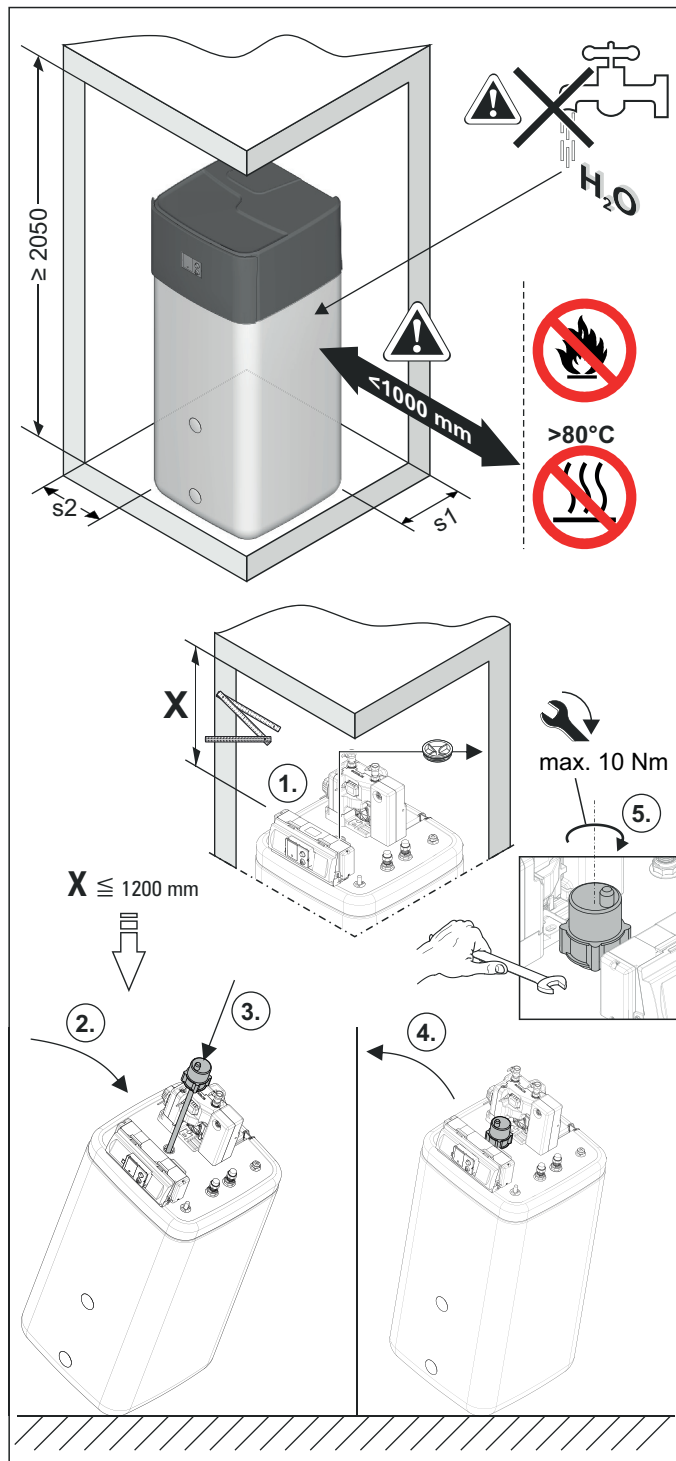

Bild 4-5 Aufstellung (dargestellt an EKHWMX(B)500C mit Einbau des optionalen Backup-Heizers)
- Empfohlene Abstände (Bild 4-5):
- Falls benötigt, optionalen Backup-Heater (EKBUxx) in die Daikin Altherma M ECH₂O einbauen (Bild 4-5). Dem Zubehör beiliegende Montage- und Betriebsanleitung beachten (↻ Anzugsdrehmoment siehe Kap. 10.4).